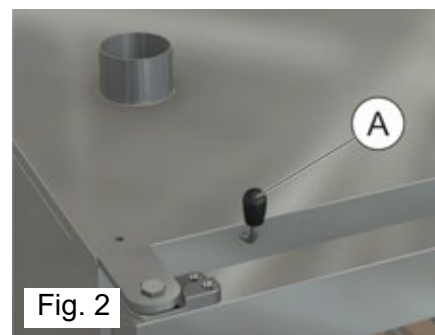

Fig. 2
4.5C Válvula evacuación vahos cámara (Fig. 2)